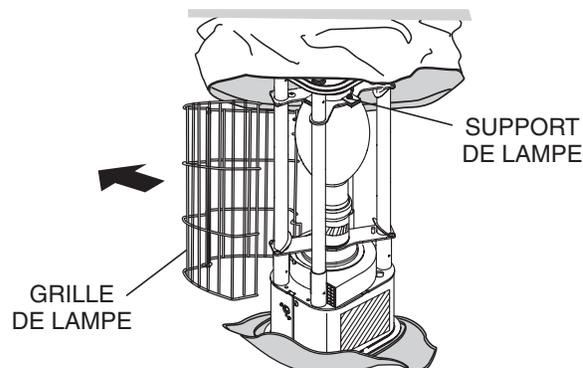

Figure 37. Support de lampe
4. Appuyer sur les languette sur le support de la lampe et pousser le support vers le haut pour le séparer de la lampe. Voir Figure 37.